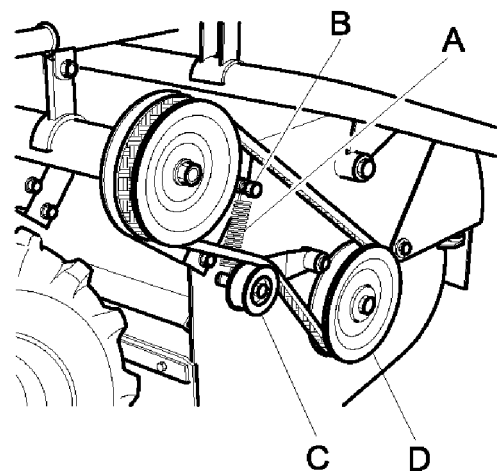

Figure 10
- Séparer le ressort ( Fig. 10, Réf. A) de la vis de fixation supérieure ( Fig. 10 Réf.B), de façon que le tendeur (Fig. 10, Réf. C) soit libre et s'abaisse automatiquement.
- Enlever la courroie en faisant tourner manuellement la poulie inférieure ( Réf. D, Fig. 10) dans le sens contraire des aiguilles d'une montre.